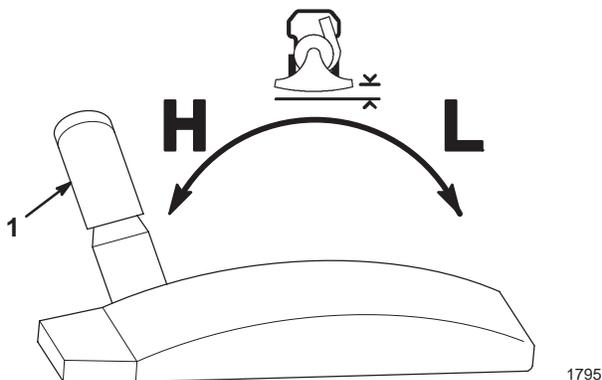

Figure 12
3. Déplacez la commande de réglage de hauteur vers l'avant pour abaisser le carter d'entrée d'air ou vers l'arrière pour l'élever (Fig. 12).